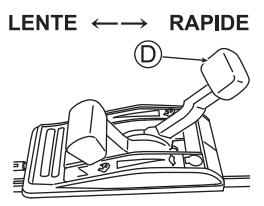

Fig. 20
- Ajustez la vitesse de tonte avec le levier de changement de vitesse (D). **(Voir Fig. 20)**